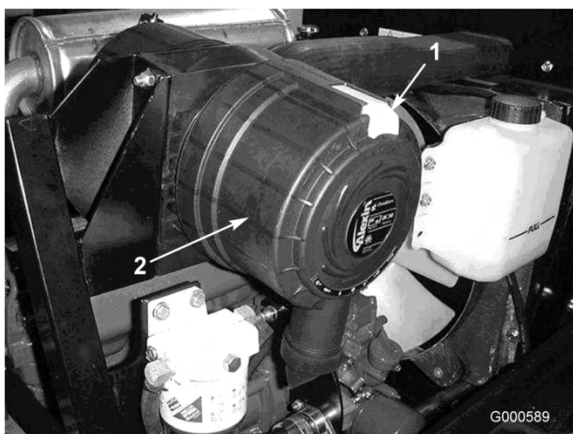

Bild 31
1. Ziehen Sie den Riegel nach außen und drehen Sie die Luftfilterabdeckung nach links (Bild 31).